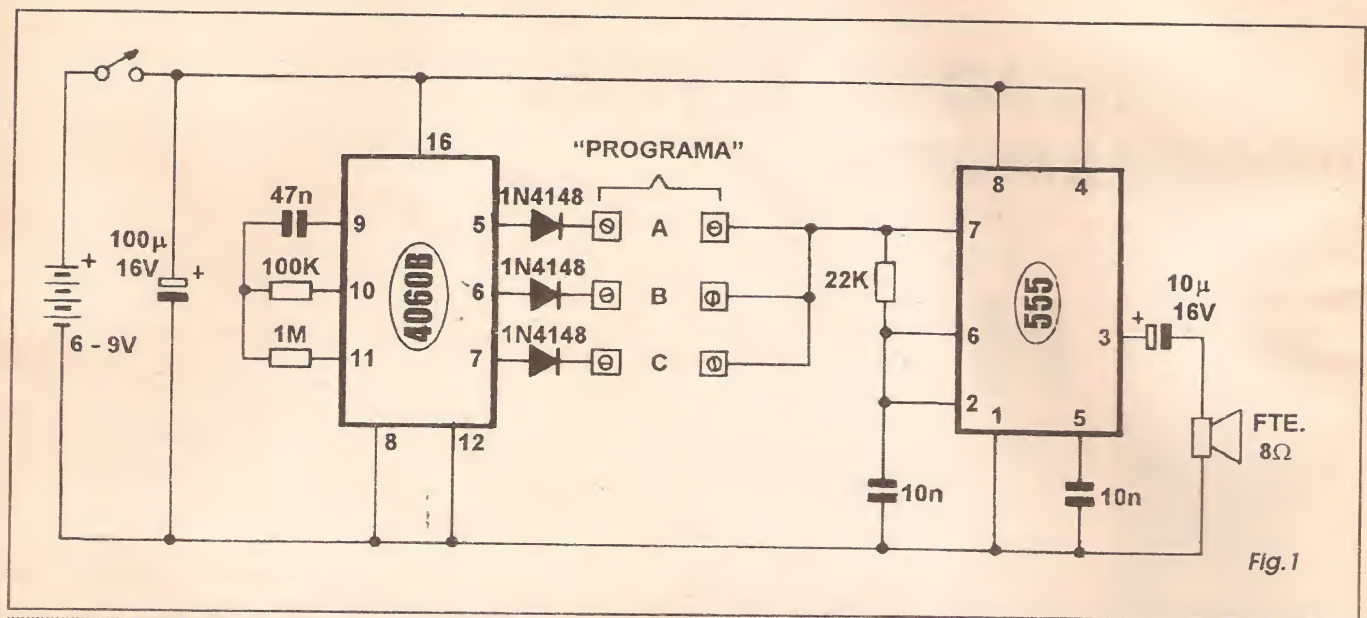

Fig. 1
**- FIG. 1 - DIAGRAMA ESQUEMÁTICO DO CIRCUITO** - Novamente graças ao inteligente aproveitamento das melhores potencialidades de alguns integrados digitais muito comuns e baratos, um funcionamento relativamente complexo foi obtido de um circuito incrivelmente simples e muito barato...! Só para dar uma idéia, se o mesmo circuito fosse desenvolvido a partir de componentes discretos (tendo como componentes ativos - digamos - apenas transístores comuns...), resultaria num arranjo com centenas e mais centenas de peças...! Analisemos a organização do circuito: um 555 funciona basicamente como ASTÁVEL (oscilador) acionando um pequeno alto-falante através de um capacitor isolador de 10u... A função desse capacitor é evitar que ocorra uma forte polarização em C.C. sobre o alto-falante, o que poderia causar danos ao transdutor, além de forçar o próprio integrado, em termos de dissipação... O resistor de 22K mais o capacitor de 10n fazem parte da rede RC determinadora da frequência de oscilação, como sabem os leitores/alunos que estudaram a lição específica sobre o 555 como ASTÁVEL, numa já distante aula do ABCDE (quando ainda era uma revista independente...). Entretanto, quem prestar atenção, notará também que no arranjo "falta" um dos resistores convencionais para o ASTÁVEL com 555: aquele que normalmente fica entre o pino 7 e a linha do positivo da alimentação... No circuito, esse resistor foi simplesmente substituído por três slots (A-B-C) a serem preenchidos pelo montador, experimentalmente e à vontade, com componentes (resistores ou outros membros da família resistiva...) externamente anexáveis... Esses três slots